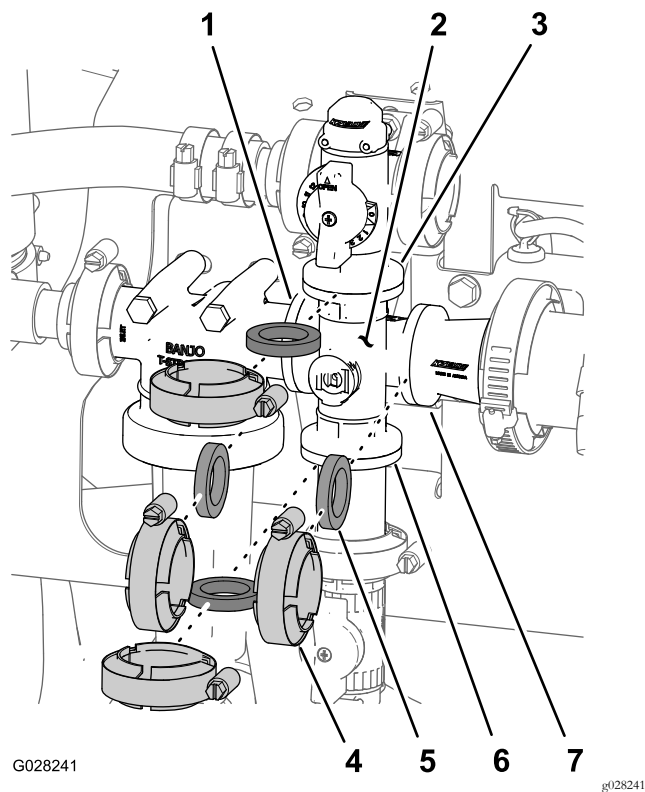

图112
1. 如图112所示取下将搅拌阀歧管固定至搅拌旁通阀、压力式滤清器头、异径管接头和安装座接头搅拌节流阀的夹具和垫片。